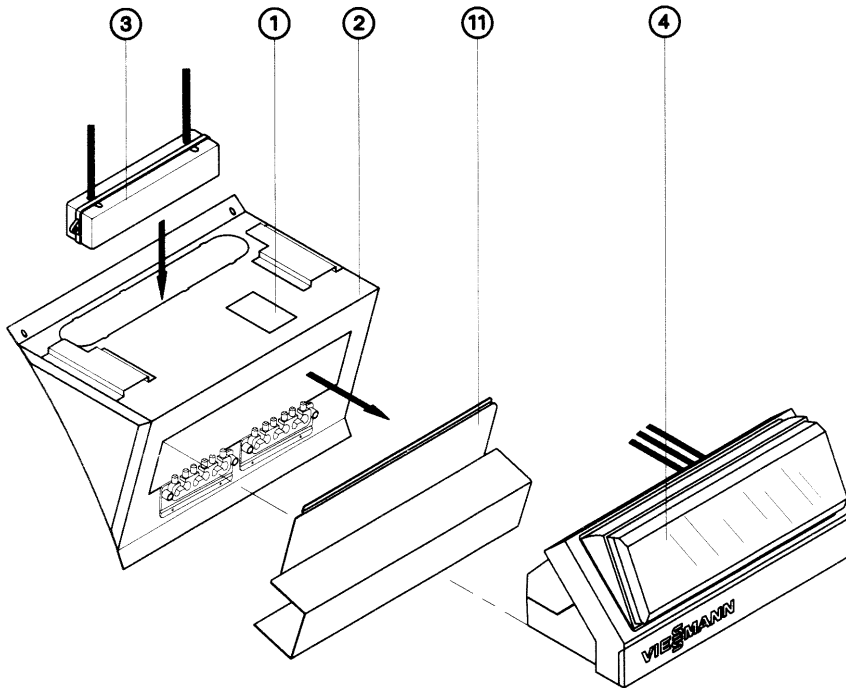

Рис. 4
17. Сетевую линию с штекерным соединителем (40) (находится в упаковке регулятора) и линии внешних соединений (9) провести через кабельные каналы к консоли.
20. Остальные штекерные соединители провести через отверстия устройства крепежа линии, препятствующей вытаскиванию провода (10) к коробке штекерных разъемов (3) и соединить с ней (зафиксировать с характерным щелчком).
21. Коробку штекерных разъемов (3) с линиями спрятать во внутреннем пространстве консоли.
25. Консоль закрыть при помощи металлической крышки (11) (смотри рис. 4 на странице 8) и самонарезающих винтов.